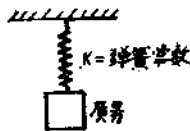

图1-9
(C) 振动频率 = f , 而 t (每次振动时间) = $1/f$ 。参看下一页图1-9。于是